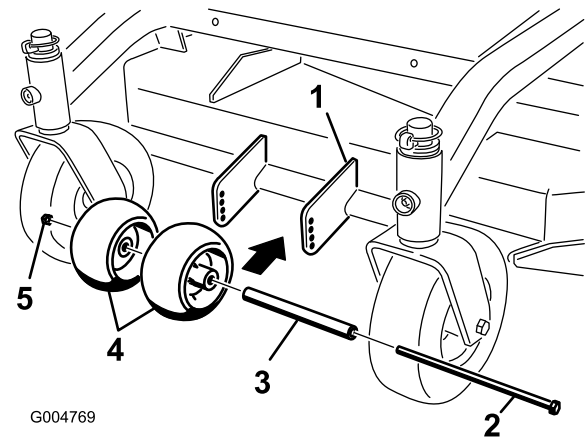

Figura 12
1. Después de ajustar la altura de corte, revise los rodillos para asegurarse de que hay una separación mínima del suelo de 10 mm (Figura 12).
2. Si es necesario realizar ajustes, retire el perno, las arandelas y la tuerca (Figura 12).
3. Seleccione un taladro para que los rodillos tengan una separación mínima del suelo de 10 mm (Figura 12).
4. Instale el perno y la tuerca (Figura 12).